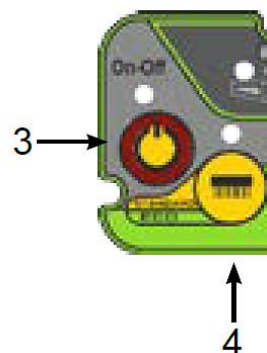

Abb. 33: Maschine einschalten
Schritt 3: Schalten Sie die Maschine durch Drücken des Hauptschalters (Pos.3, Abb.33) ein.
Schritt 4: Wählen Sie über den Betriebswahlschalter (Pos. 4, Abb. 33) die Bürstensteuerung an. Hierdurch schaltet sich automatisch auch die Absaugung und der Reinigungsmittelfluss ein.
- Schritt 2: Schalten Sie die Maschine aus indem Sie die Taste (Pos. 3, Abb.33) mindestens 4 Sekunden lang gedrückt halten.